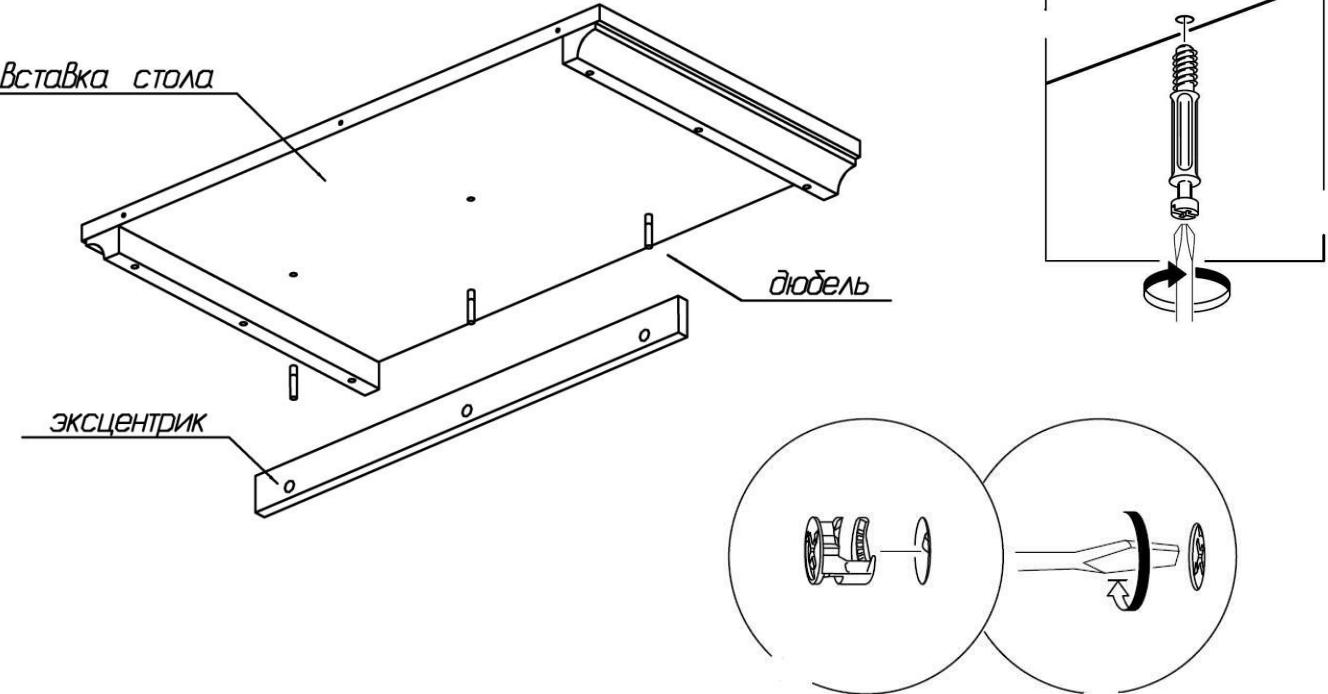

Рис. 1
1. В установленные муфты эксцентриковых стяжек на щите вставки ввернуть дюбели. В планку (4) в имеющиеся отверстия установить эксцентрики так, чтобы стрелка была повернута в сторону отверстия в торце. Присоединить планку (4) к щиту вставки таким образом, чтобы дюбели вошли в имеющиеся отверстия. Затянуть эксцентрики, повернув их на 180 градусов (рис.1).